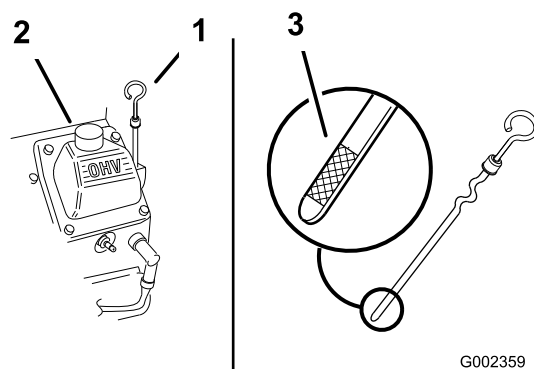

图45
- 清洁量油尺周围的区域 图45 防止灰尘落入注油孔并损坏发动机。
- 取出量油尺擦拭干净然后完全安装到位 图45。
油位应介于量油尺上“F”已满与“L”较低标记之间 图45。
5. 如果油位低于“L”较低标记应取下加油管盖图45添加指定机油直至油位达到量油尺上的“F”已满标记。